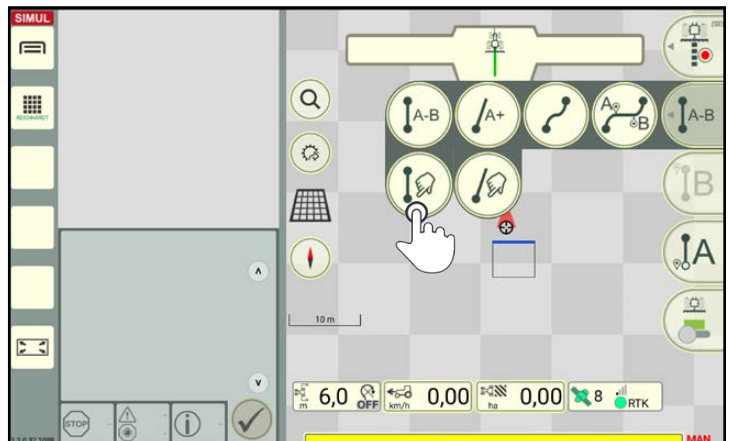

Abb. 93: Spurart „A-B-Spur manuell“ für die Referenzspurerstellung wählen
-  Wählen Sie die Spurart „A-B manuell“ aus (siehe Abb. 93), um eine Referenzspur durch Eingabe zweier Koordinaten anzulegen.